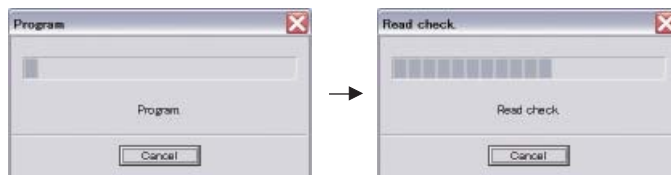

Fig. 5
7. Click [E.P.R.], then the "Erase" screen appears. (Fig. 5)
7. [E.P.R.] をクリックすると、「Erase」画面が表示されます。(Fig. 5)
8. Click [OK] to start writing. (Fig. 5)
8. [OK] をクリックして書き込みを開始します。(Fig. 5)